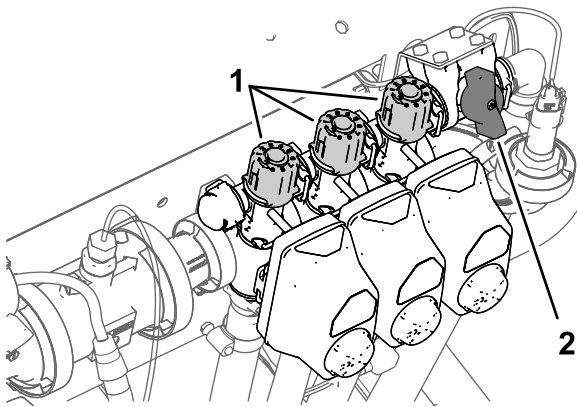

Bild 30
- Stellen Sie den linken Abschnittsschalter ab und stellen das Handrad für das Abschnittssicherheitsventil (Bild 30) ein, bis die angezeigte Dosierung dem vorherigen Niveau gemäß der Tabelle entspricht.
- Stellen Sie das Handrad für das rechte Abschnittssicherheitsventil (Bild 30) ein, bis die Dosierung gemäß der Tabelle am vorherigen Niveau liegt.
- Stellen Sie das Handrad für das mittlere Abschnittssicherheitsventil (Bild 30) ein, bis die Dosierung gemäß der Tabelle am vorherigen Niveau liegt.